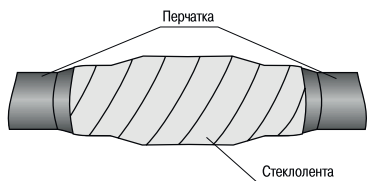

Рисунок 16
4.30 Выполнить стягивающую намотку стеклолентой с 50%-ным перекрытием на соединение кабелей, закрыв полностью пластины уплотняющего состава, при одновременном сжатии жил друг с другом (рисунок 16).